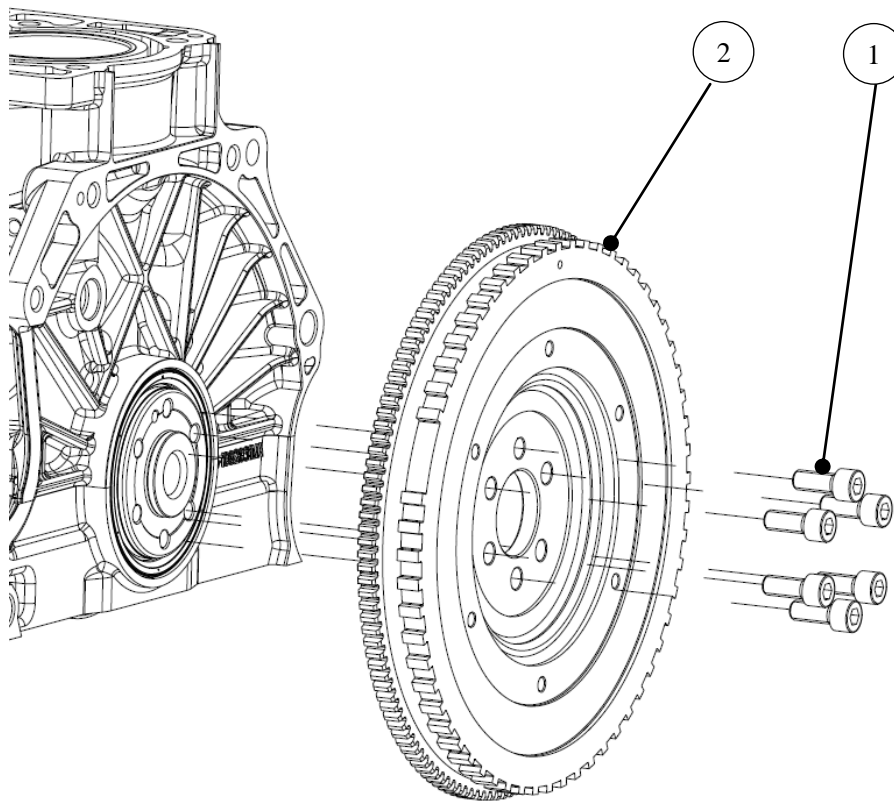

图 C-23 单质量飞轮的装配
- 1)、将单质量飞轮②装到曲轴后端飞轮定位轴颈上，对中后轻轻推入，不得敲击；
- 2)、旋转单质量飞轮，对齐各飞轮螺栓安装孔，装上6只飞轮螺栓①并预拧紧螺栓（曲轴限位），力矩第一步为 $35 \pm 5 \text{N}\cdot\text{m}$ ，第二步为 $30 \pm 5^\circ$ ，飞轮螺栓紧固顺序为对角依次拧紧，如图 C-23。